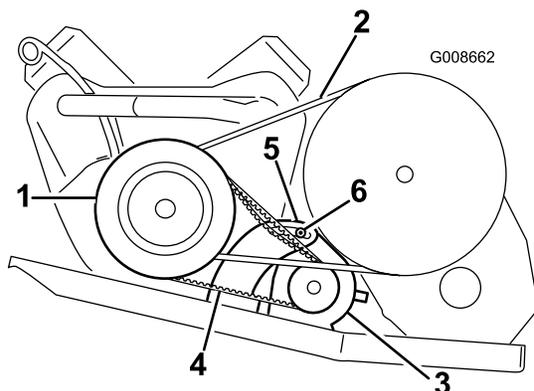

Figura 46
2. Solte a porca de articulação do motor de arranque (Figura 46).
4. Incline o motor de arranque até que a correia se movimente cerca de 6 mm quando aplicar uma força de 44 N. (Figura 46).
5. Aperte a porca do gerador do motor de arranque e retire a barra de apoio (Figura 46). Aperte a porca a 88–115 Nm.